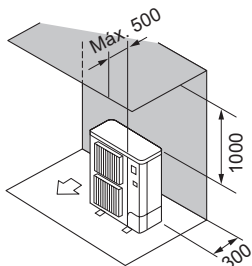

Fig. 2-7
- ② Obstáculos apenas na parte de trás e por cima (Fig. 2-7)